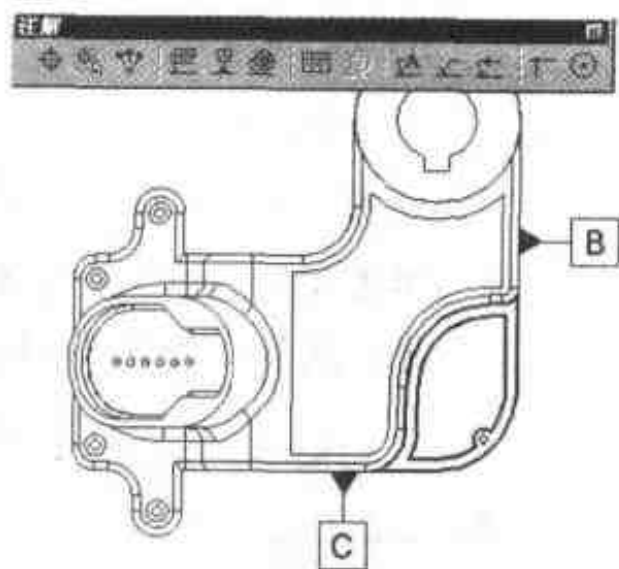

图 2.63 添加基准 B 和 C
- (3) 放大顶部视图。使用同样的方法，添加第 2 个基准(B)和第 3 个基准(C)基准，如图 2.63 所示。